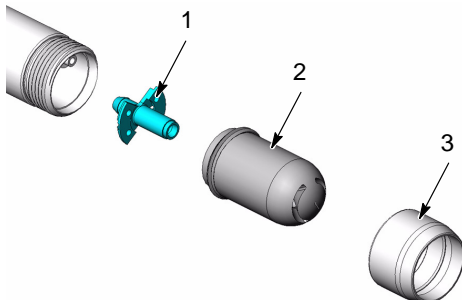

Figure 1 Retirer la buse et la bague de retenue.
2. Voir la figure 1. Dévisser l'écrou de blocage (3) et l'ensemble buse (2) du pistolet.
3. Retirer l'adaptateur de tuyau (1) du tube à poudre.
9. Voir la figure 1. Monter l'adaptateur de tuyau (1) dans le tube à poudre.
11. Monter la buse (2) et l'écrou de blocage (3) sur le pistolet de pulvérisation.